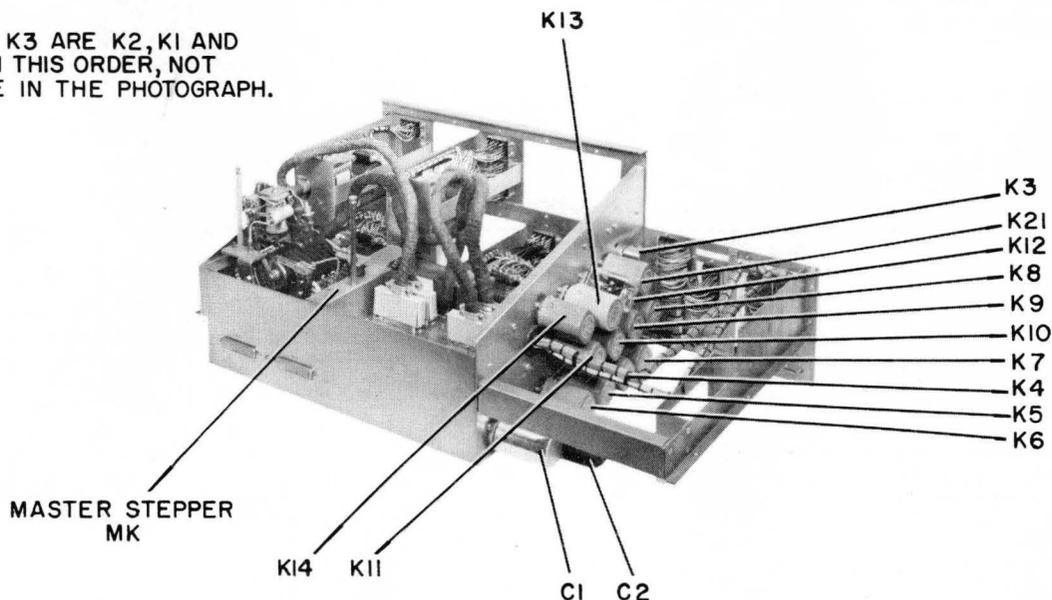

Figure 21. ERO Control Unit.
b. ERO Control Unit 14.001 (fig. 21).